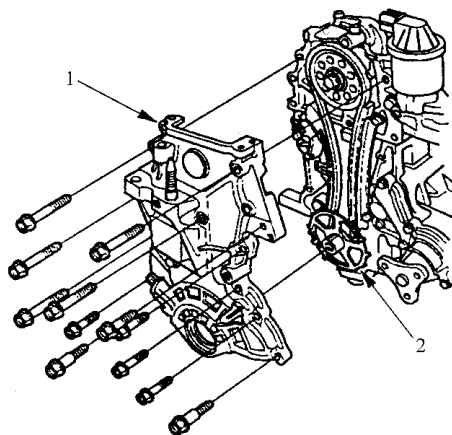

图 2-74 拆卸传动链壳体
12) 使交流发电机远离传动链壳体。如图 2-74 所示，拆下传动链壳体，然后拆下脉冲板。